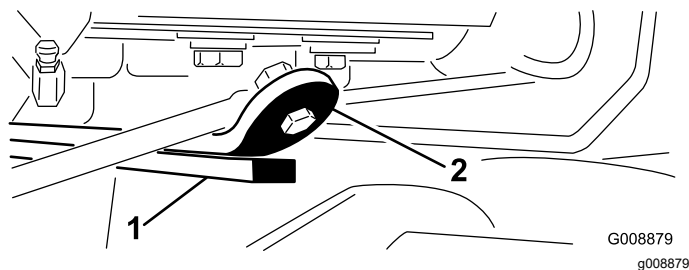

Figura 28
3. Avviate il motore, alzate i bracci di sollevamento e controllate per garantire che il gioco tra la fascia di usura sopra la barra antiusura dell'apparato di taglio posteriore e la fascia paracolpi sia compreso tra 0,51 e 2,54 mm come mostrato in Figura 28.